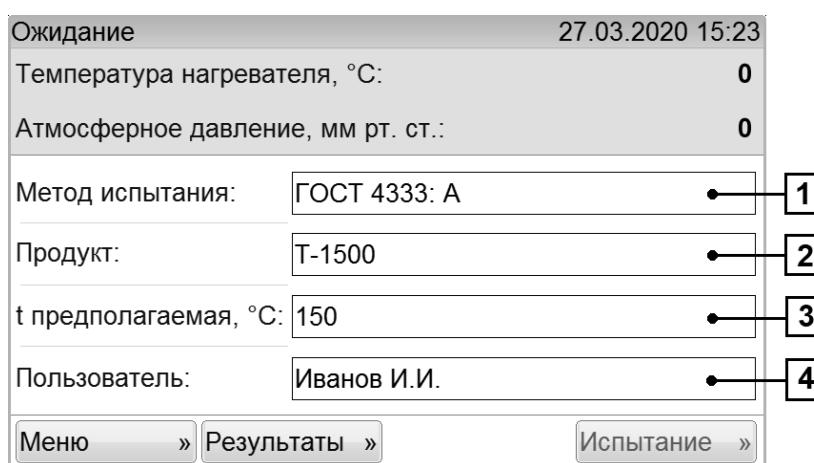

Рисунок 6 – Окно «Ожидание»
4.4.3 Выполнить действия, указанные в разделе 3.3 «Опробование» на странице 7, и перейти в окно подготовки к испытанию (Рисунок 6).